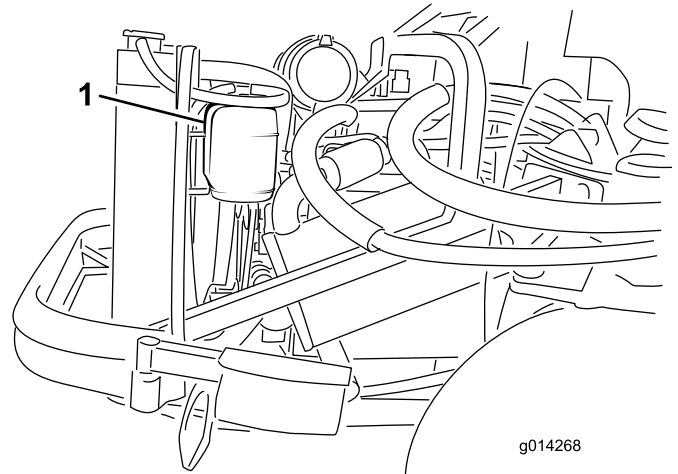

Figure 39
1. Vérifiez le niveau du liquide de refroidissement dans le vase d'expansion (Figure 39). Il doit se situer entre les repères qui figurent sur le côté du réservoir.